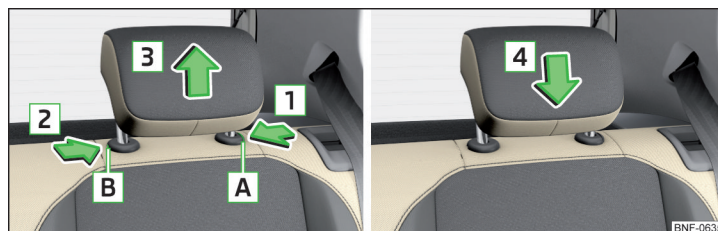

Fig. 52 Scoaterea/introducerea tetierei din spate
- ▶ Mențineți tasta de siguranță **A** în sensul săgeții **1** și presați-o totodată cu cheia autovehiculului în orificiul **B** în sensul săgeții **2** și scoateți tetiera în sensul săgeții **3** » fig. 52.